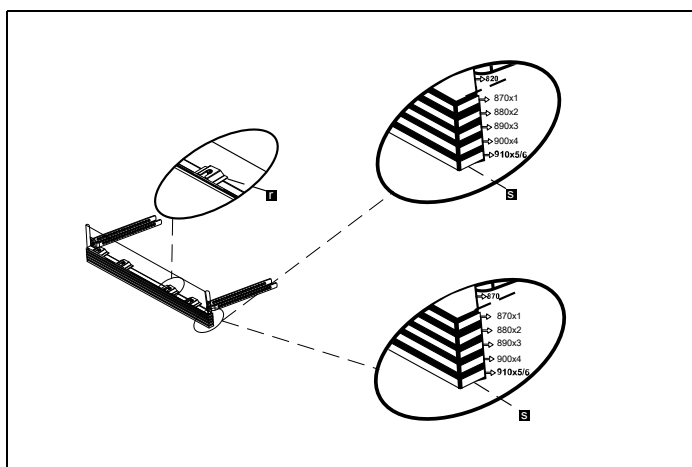

Fig. 22
- 3) Comme illustré dans la Fig. 22, les pieds cylindriques du socle réglable sont fixés aux pièces métalliques de fixation du socle et insérés à travers la cavité de la pièce.